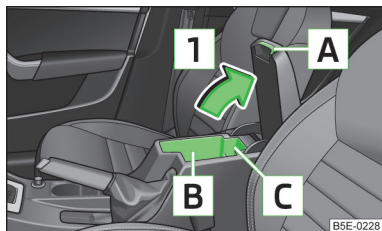

Fig. 70
► Trageți capacul cotierei de mânerul **A** în sensul săgeții **1** » fig. 70 și deschideți-l.
► Deschideți capacul până la limită, abia după aceea se poate rabata capacul în jos, în sens contrar săgeții **1** » fig. 70.
Zona **B** » fig. 70 a compartimentului de depozitare este prevăzută pentru depozitarea de obiecte cu o mărime de max. 98 mm x 104 mm x 142 mm.